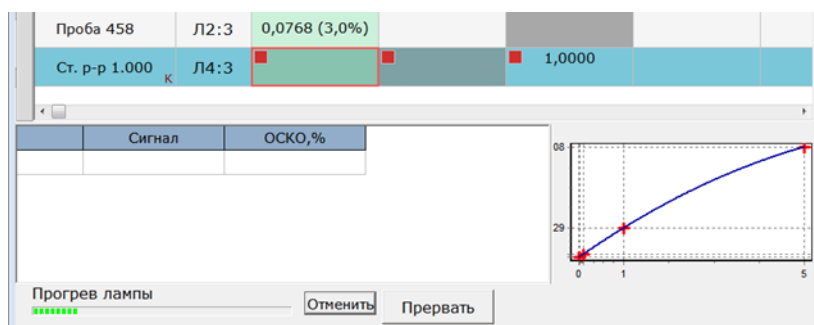

Рис. 48 Прогрев лампы
**ПРИМЕЧАНИЕ:** Если в настройках программы был задан режим прогрева ламп при работе с автосэмплером, перед измерениями будет включена временная задержка «Прогрев лампы». Если в настройках программы был задан режим прогрева горелки при работе с автосэмплером, перед измерениями будет включена временная задержка «Прогрев горелки». Для исключения операций прогрева нажать кнопку «Отменить» рис. 48